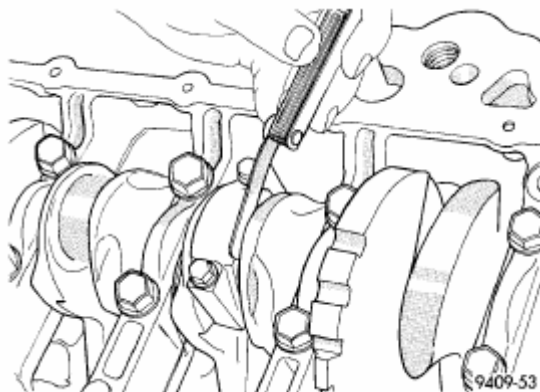

Рис. 38. Боковой зазор шатуна.
- (2) Перед установкой **НОВЫХ** болтов смазать резьбу чистым моторным маслом.
- (3) Плотно установить каждый болтовой палец, затем затянуть их попеременно для правильности сборки крышки.
- (4) Болты затягивать моментом 27 Н·м ПЛЮС 1/4 оборота (20 футов. фунт-силы ПЛЮС 1/4 оборота) Для последнего этапа тарированный ключ не использовать.
- (5) При помощи щупа проверить боковой зазор шатуна (Рис. 38) Спецификации зазора см. п.9-ДВИГАТЕЛЬ-СПЕЦИФИКАЦИИ.